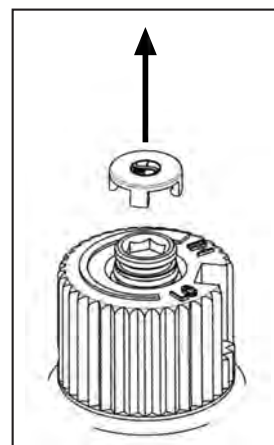

Figure 11: Retrait du bouchon de valve.
- b) Insérez un de 5/32 "ou 4 mm clé Allen dans la clavette hexagonale de la vis (voir figure 11), tourner dans le sens antihoraire jusqu'à ce qu'il soit libre et l'extraire.
- e) aide de la clé Allen comme le montre la figure 11, tourner la vis dans le sens horaire jusqu'à ce qu'un couple de 9 pouces lbs. ATTENTION! Ne pas trop serrer la vis. Il est recommandé que vous saisissez la clé par le côté court.
g) Remettre en place le capuchon de protection noir qui a été retiré à l'étape un (figure 11).